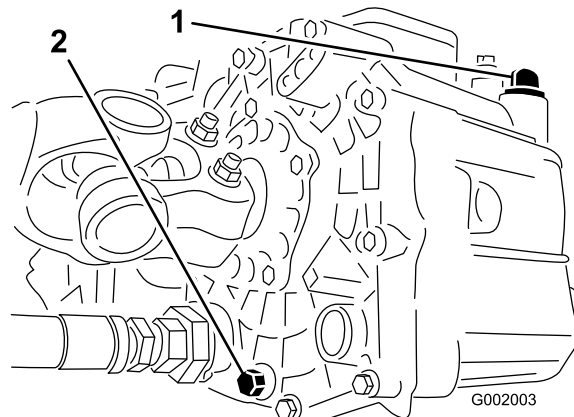

Figura 64
3. Togliete la valvola di spurgo situata sul fianco del serbatoio e lasciate defluire il fluido idraulico nella bacinella. (Figura 64).